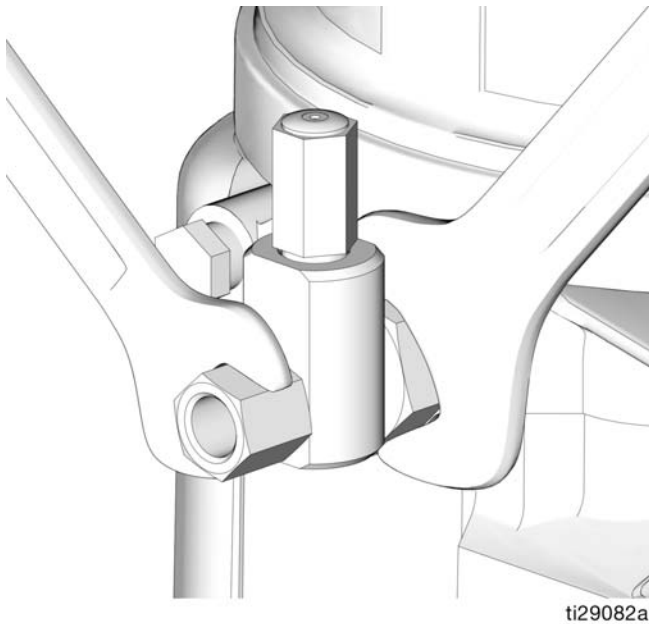

図 26
1. ポンプ・エレメントの取り付け金具を締める (図 26)。
3. 反対方向に働く二本のレンチを使用してポンプ・エレメントの取り付け金具を締めて下さい (図 26)。